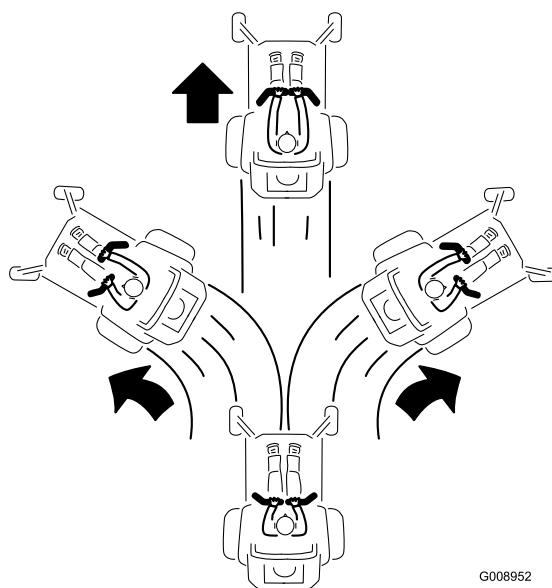

Figura 16
2. Per fare marcia avanti spingete lentamente in avanti le leve di controllo del movimento (Figura 16).
Per spostarvi in linea retta, applicate una pressione identica su entrambe le leve di controllo del movimento (Figura 16).
Per girare, rilasciate la pressione sulla leva di controllo del movimento verso la direzione in cui volete voltare (Figura 16).